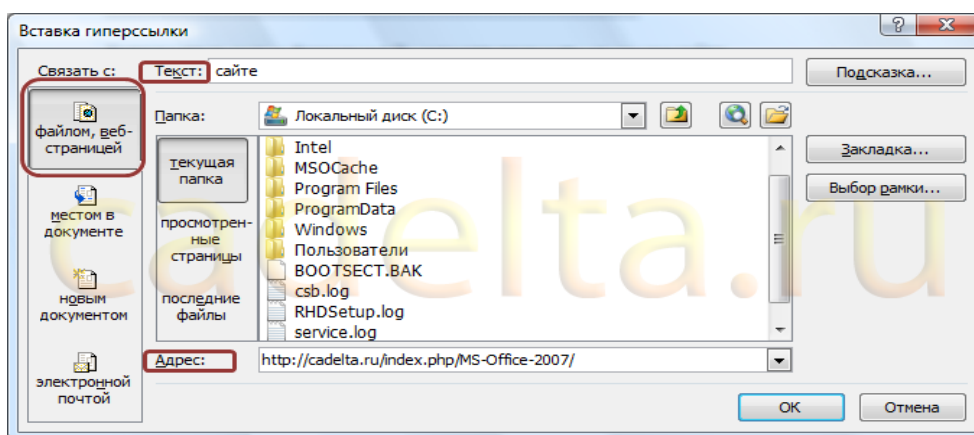

Рисунок 5 - Создание гиперссылки
3. Чтобы создать ссылку на существующий файл или веб-страницу, в области **Связать с** выбрать **файлом, веб-страницей** и ввести адрес, по которому требуется создать связь, в поле **Адрес**. Если адрес файла не известен, щелкнуть стрелку **списка папок** и перейти к нужному файлу (рисунок 5).